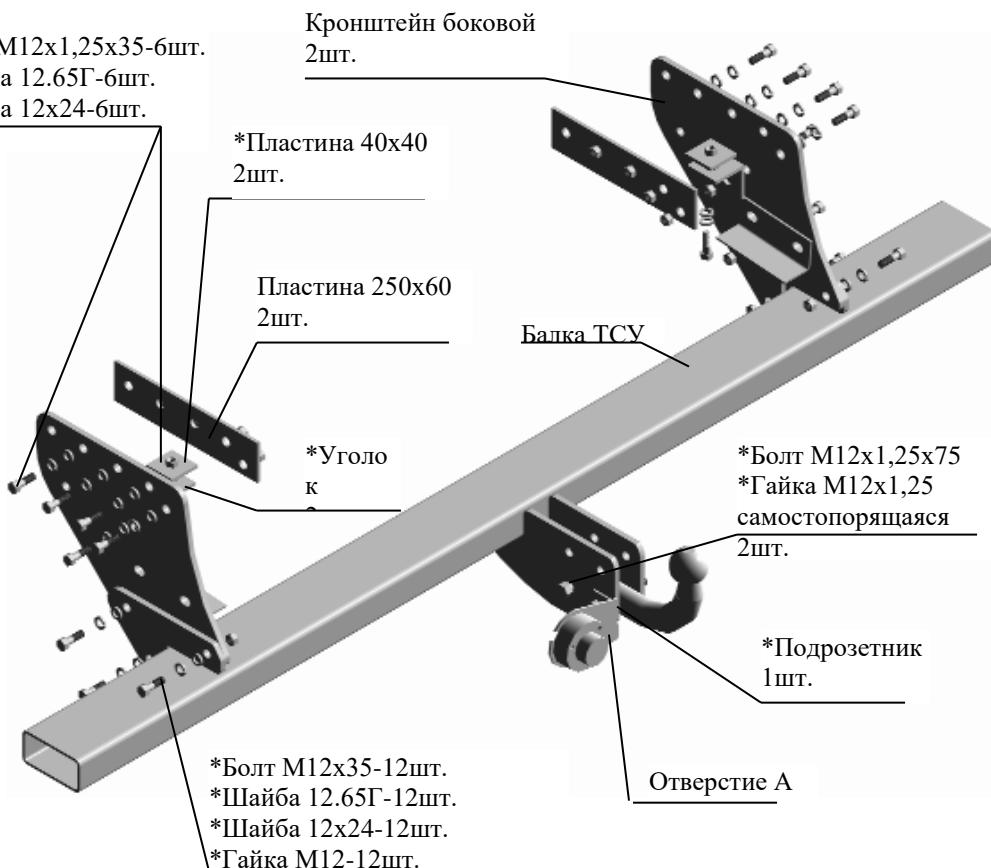

Рис.1 Тягово-сцепное устройство 7110.
2.1 ТСУ 7110 в сборе (рис.1)
2.2 Пакет с комплектующими (см. рис.1)